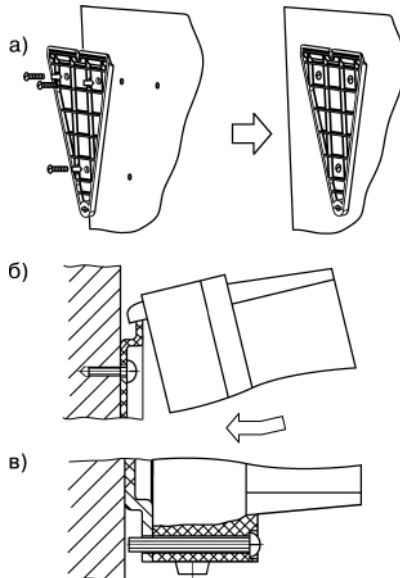

Рисунок 7.1 – Установка прибора настенного крепления
- 1) Закрепите кронштейн тремя винтами М4 на поверхности, предназначенной для установки прибора (см. Приложение А и рисунок 7.1, а).
- 2) Зацепите крепежный уголок на задней стенке прибора за верхнюю кромку кронштейна (рисунок 7.1, б).
- 3) Прикрепите прибор к кронштейну винтом М4 × 35 из комплекта поставки (рисунок 7.1, в).